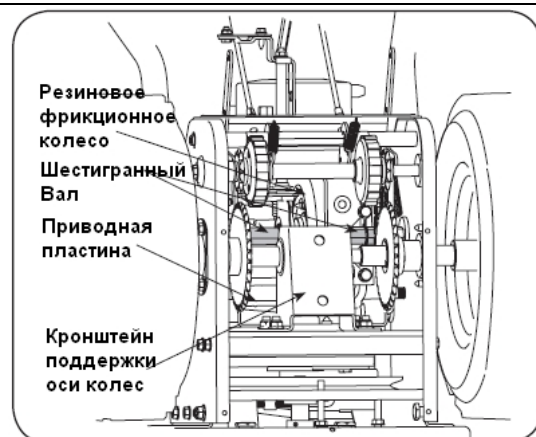

Рис. 22
Смажьте все цепи, звездочки, шестерни, подшипники, валы и механизм переключения скоростей. Используйте масло для двигателя или разбрызгиваемую смазку. (См. Рис. 22)
3. Нанесите тонкий слой моторного масла (или масло 3 в 1) на шестигранный вал. (См. Рис. 22).